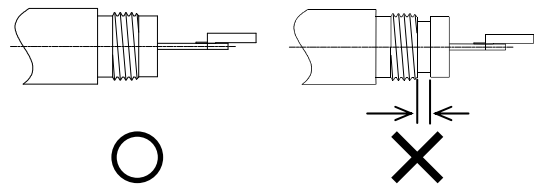

图 22 确认密封
- ② 在安装新的过滤器之前，请确认前端的黑色橡胶零件上无凸起。如果黑色橡胶零件上有凸起的话(如图 22所示)，将无法达到完全密封效果。